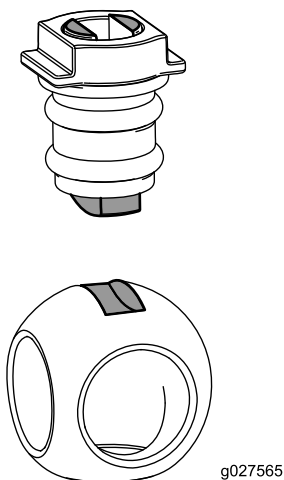

Figura 74
6. Inserite la sfera sul corpo della valvola (Figura 74).
**Nota:** Lo stelo della valvola deve inserirsi nella scanalatura di trasmissione della sfera. Se lo stelo della valvola non si inserisce, regolate la posizione della sfera (Figura 74).